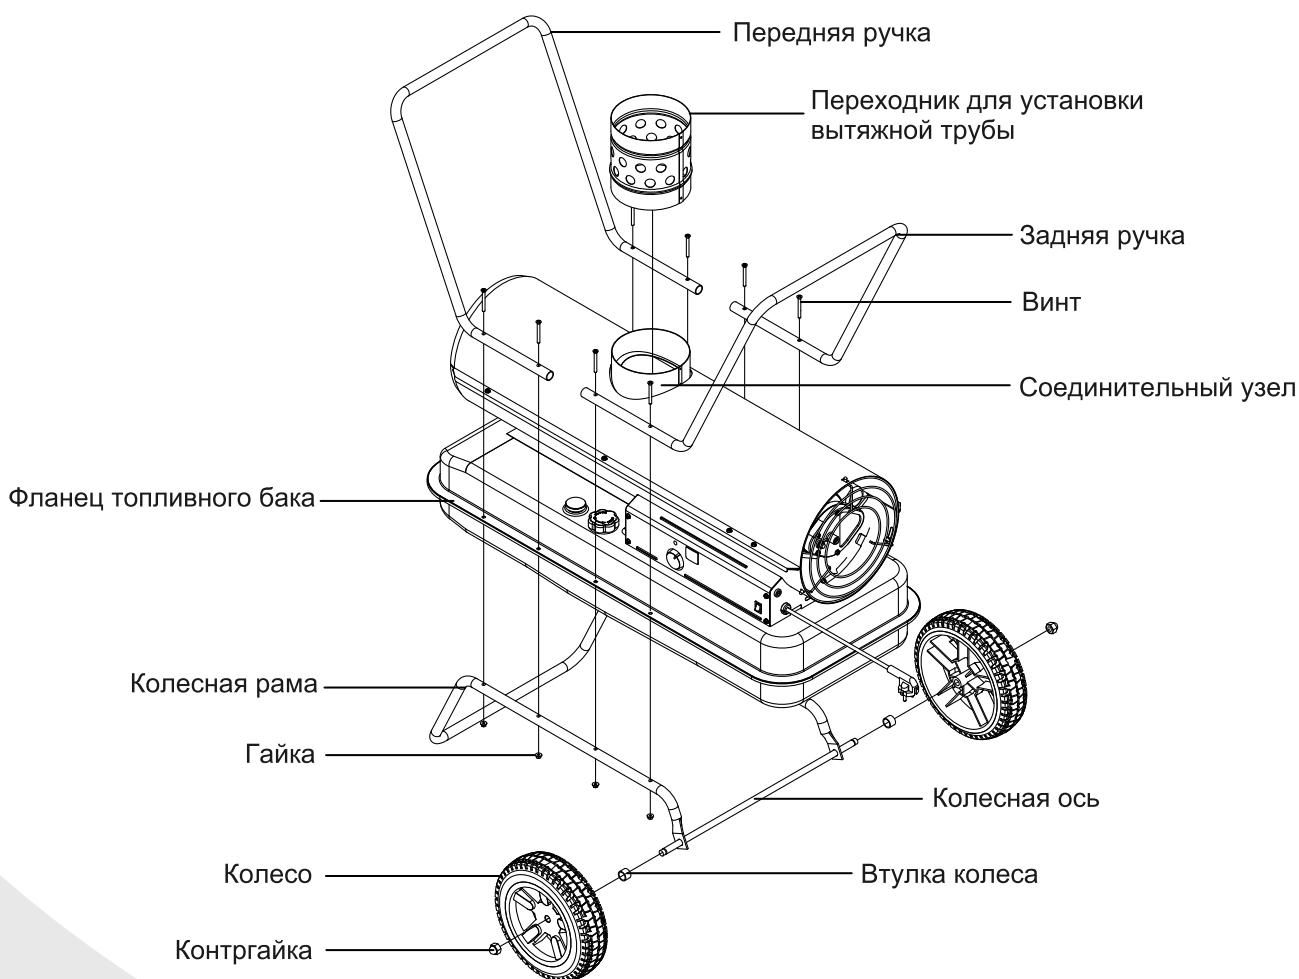

Рис. 3
- Установить ручки на верхнюю часть фланца топливного бака. Вставить винты в отверстия ручек, фланца и колесной рамы (Рис. 3), навернуть на каждый винт гайку